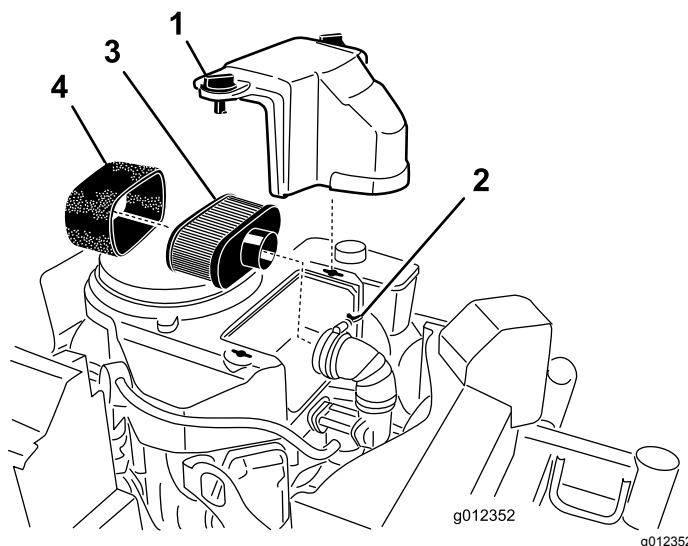

Figura 21
3. Pulite intorno al filtro dell'aria per evitare che la morchia possa penetrare nel motore provocando gravi danni (Figura 21).
4. Svitare le manopole del coperchio e togliete il coperchio del filtro dell'aria (Figura 21).
5. Allentate la fascetta stringitubo e togliete il gruppo del filtro dell'aria (Figura 21).
6. Togliete con cautela l'elemento in schiuma sintetica dall'elemento di carta (Figura 21).
1. Non pulite il filtro di carta. Sostituitelo (Figura 21).
1. Infilate con cautela l'elemento in schiuma sintetica sopra l'elemento di carta del filtro dell'aria (Figura 21).
- Montate il filtro dell'aria completo sulla relativa base e fissatelo con i 2 dadi ad alette (Figura 21).
- Montate il coperchio del filtro dell'aria e serrate la manopola del coperchio (Figura 21).